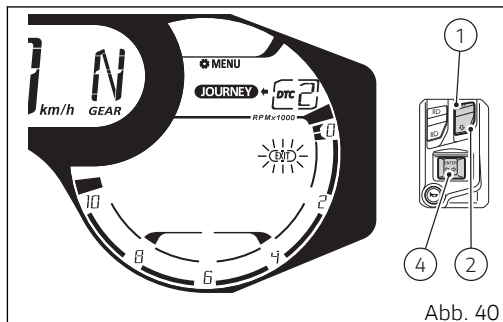

Abb. 40
Im Cockpit wird die neu eingestellte Stufe angezeigt und die Angabe „EXIT“ mit Umrandung (Abb. 40) blinken. Wird jetzt die Taste (4) gedrückt, schaltet das Cockpit auf die vorausgehende Anzeige.